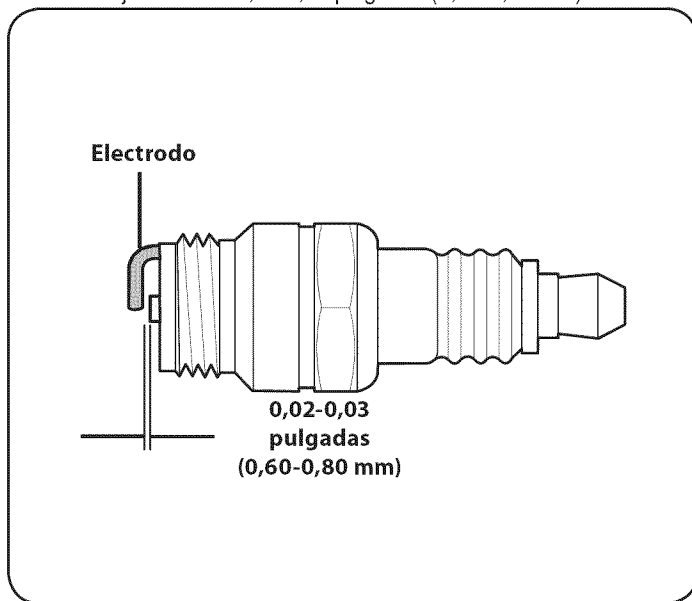

Figura 15
3. Mida la separación de bujía con un calibre. Realice los ajustes necesarios torciendo el electrodo lateral, Figura 15. La separación debe ajustarse en 0,02-0,03 pulgadas (0,60-0,80 mm).